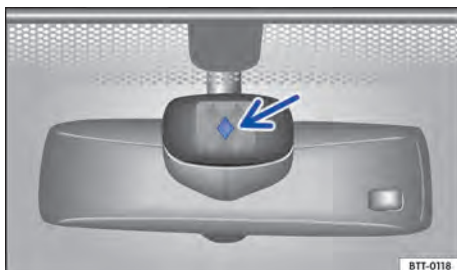

Fig. 106 No lado interno do para-brisa, na parte superior do espelho interno: superfície sensível do sensor de chuva.
Possíveis causas de avarias e interpretações errôneas *na área da superfície sensível* ⇒ Fig. 106 do sensor de chuva, entre outros:
-  Limpar regularmente a superfície sensível do sensor de chuva ⇒ Fig. 106 (seta) e verificar danos nas palhetas dos limpadores dos vidros.